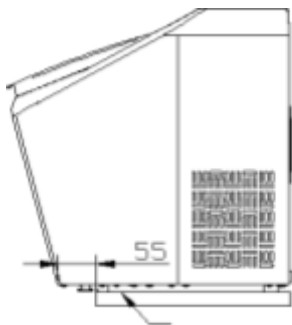
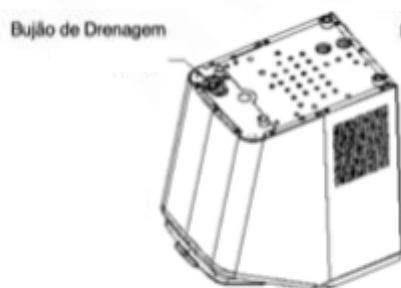
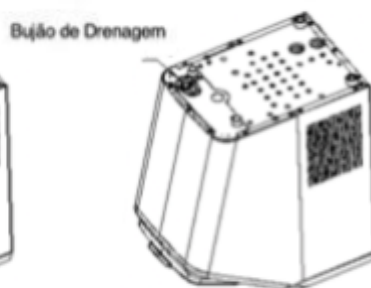

Figura 1
Figura 2
Figura 3
3. Puxe o aparelho para a frente, para um local a 60 cm da mesa de trabalho, e abra o bujão de drenagem para drenar o excesso de água (veja a Figura 1, Figura 2 e Figura 3).